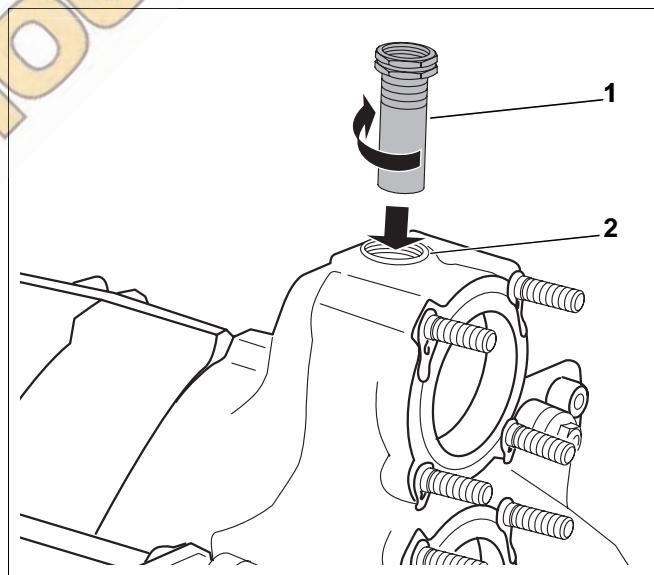

Рис. 20 Установка гильзы для датчиков
- Вставить гильзу  $\frac{3}{4}$ " (длина: 110 мм) (рис. 20, **поз. 1**) сверху в резьбовое отверстие  $\frac{3}{4}$ " штуцера подающей линии (рис. 20, **поз. 2**).